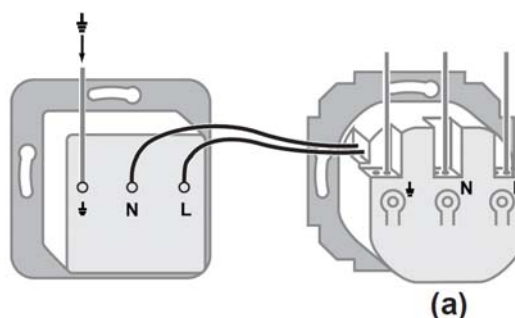

Figura 3
Los conductores de salida con protección FI (véase también la figura 3) sirven para la conexión de cajas de enchufe o de cualquier otro consumidor.
- Conectar el conductor de salida a la caja de enchufe o consumidor (figura 3)
- Presionar las lengüetas ((a), figura 3) del reverso del interruptor de protección FI y extraer el conductor de conexión.